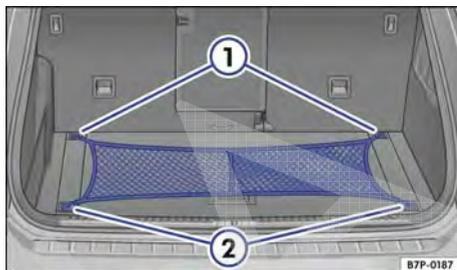

Fig. 218 No compartimento de bagagem: rede para bagagem presa.
- Prender os ganchos traseiros da rede para bagagem nos olhais de amarração no encosto do banco traseiro → Fig. 218 ❶.
- Pendurar os ganchos dianteiros da rede para bagagem ❷ nos olhais de amarração no canto do compartimento de bagagem.